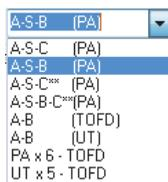

图 4-36 可用布局的列表
2. 从可用布局列表中选择最合适的一个布局（参见第129页的图 4-36）。